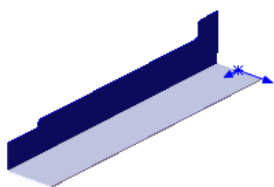
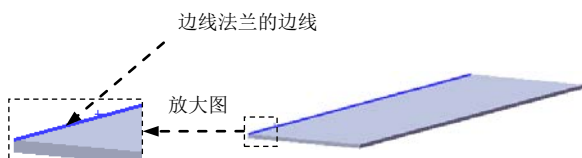

图 12.5.4 边线—法兰 1
图 12.5.5 边线法兰的边线
(4) 单击 按钮，完成基体—法兰 1 的创作。
Step3. 创建图 12.5.4 所示的钣金特征——边线—法兰 1。
(1) 选择命令。选择下拉菜单 **插入(I)** **钣金(B)** **边线法兰(E)...** 命令（或单击“钣金”工具栏中的 按钮）。
(2) 定义特征的边线。选取图 12.5.5 所示的模型边线为生成的边线法兰的边线。